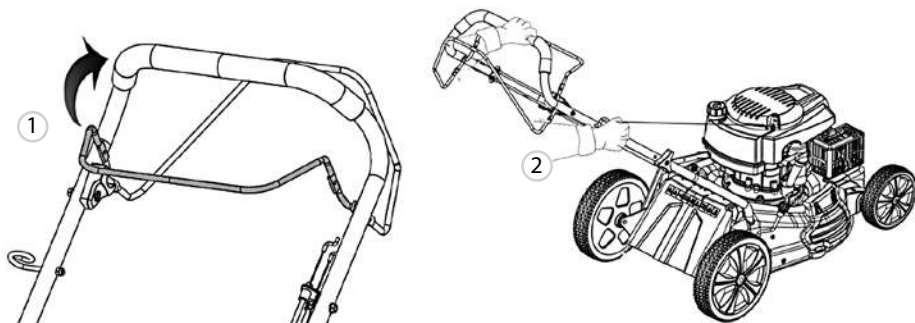

Рис. 9
4. Для ручного запуска нажмите рычаг привода ножа 1 (рис. 9), медленно вытащите шнур ручного стартера, пока не почувствуете сопротивление, а затем быстро потяните его (2, рис. 9). Повторите данный процесс несколько раз до запуска двигателя.
5. Для запуска моделей GLD-520SP-VE, GLD-460SP-VE с помощью электростартера установите заряженный аккумулятор в специальное гнездо 1 (рис. 10) на панели и, зажав рычаг привода ножа 1 (рис. 9), нажмите на кнопку старта 2 (рис. 10) до запуска двигателя.